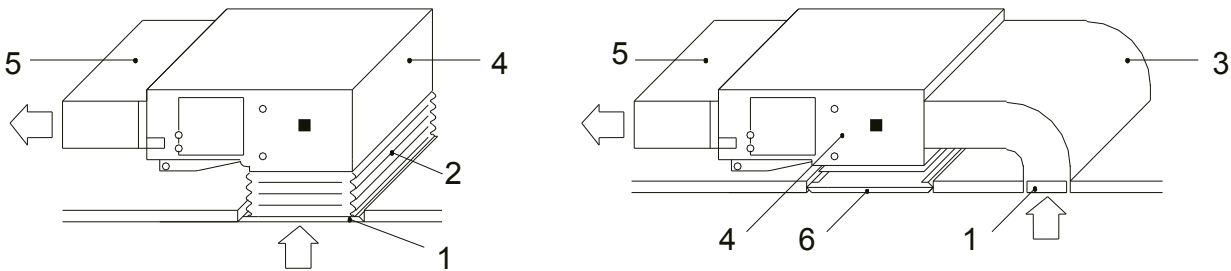

Рис. 12
- д. Конкретный способ монтажа выбирается с учетом особенностей здания и удобства обслуживания (см. рис. 12).